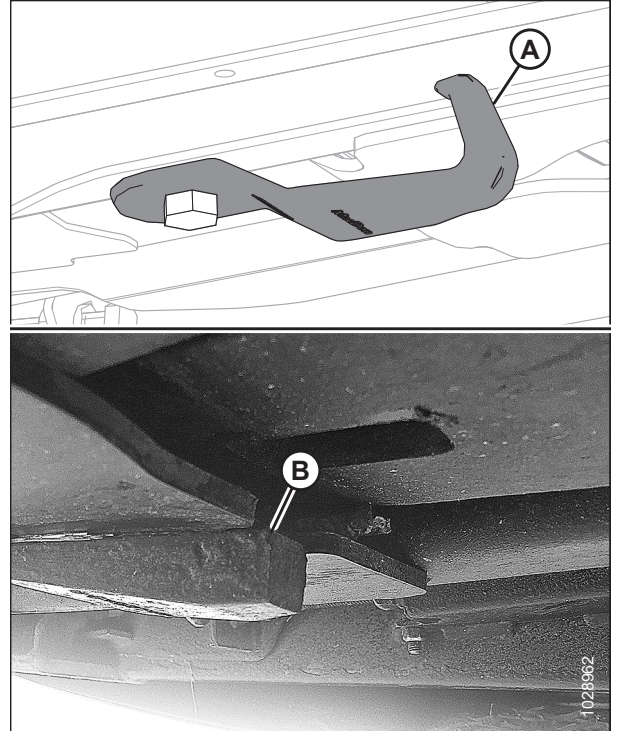

Figura 4.212: Ganci rimovibili del supporto
La figura 4.212, pagina 431 mostra un gancio rimovibile non danneggiato (A) e un gancio rimovibile danneggiato (B). Il gancio rimovibile allungato non è illustrato.